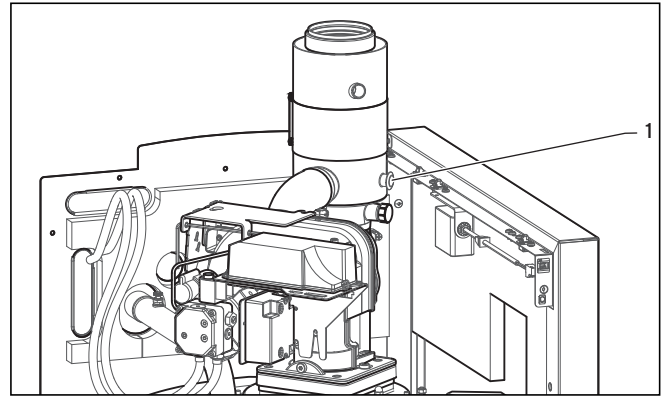

Abb. 5.1 Entgasungsleitung an icoVIT installieren
- Entfernen Sie den Stopfen (→Abb. 5.1, Pos.1) aus der oberen Öffnung des Luftansaugstutzens.